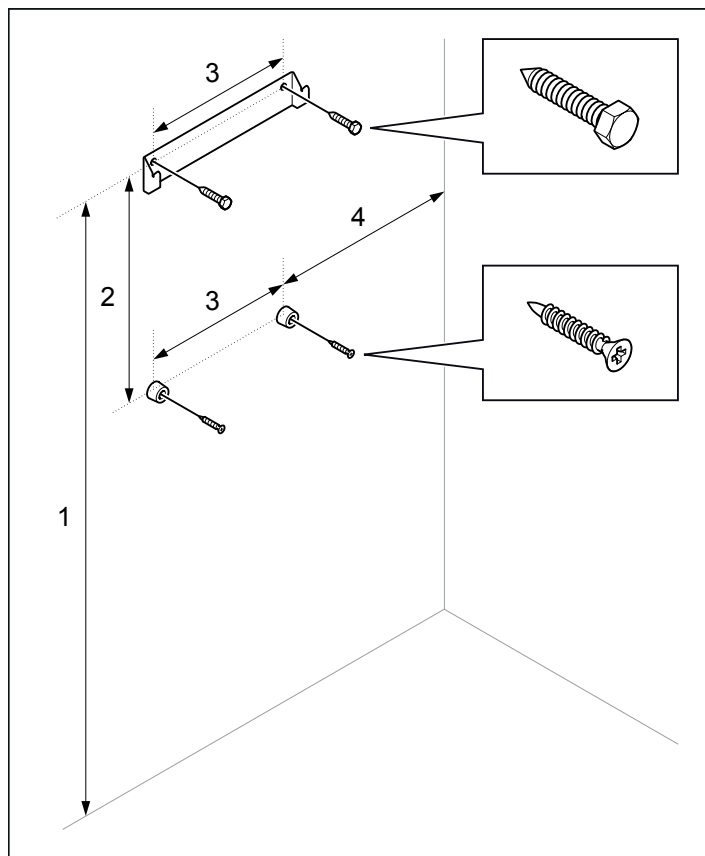

Figure 10 : Support avec vis et entretoises
8. Fixez le support et les entretoises sur la cloison en respectant les dimensions spécifiées (voir figure 10).